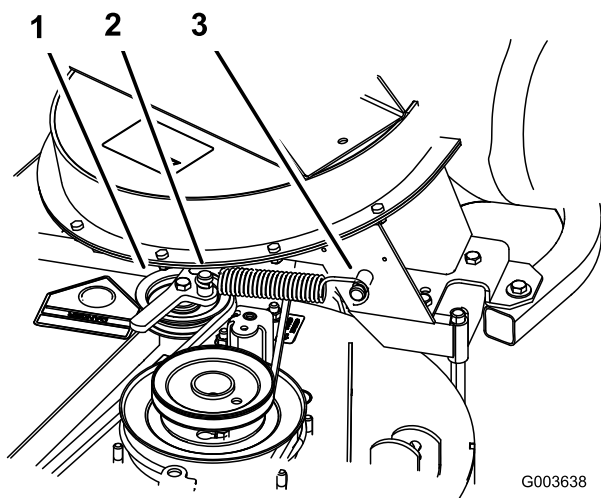

Bild 40
- Setzen Sie die Feder ein, siehe Bild 40.